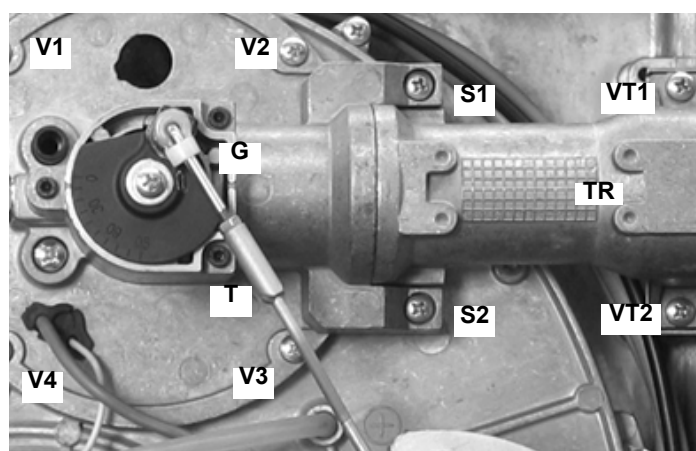
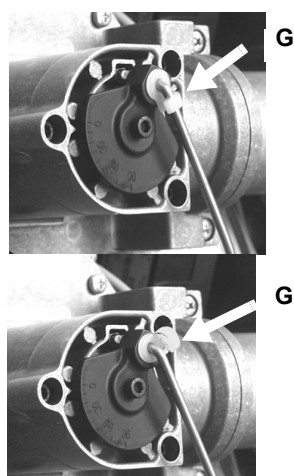

Fig. 47
Fig. 48
- Desmonte, controle y limpie el cabezal de combustión (véase Fig. 47 y siguientes)
- 1 Desbloquear, mediante el gancho de plástico **G**, el tirante **T** (Fig. 47 - Fig. 48) de regulación de la válvula de mariposa del gas y extraerlo de su alojamiento tirando hacia fuera.
- 2 Quitar los 4 tornillos **V1**, **V2**, **V3**, **V4** y el par de tornillos **S1** y **S2** (Fig. 47).